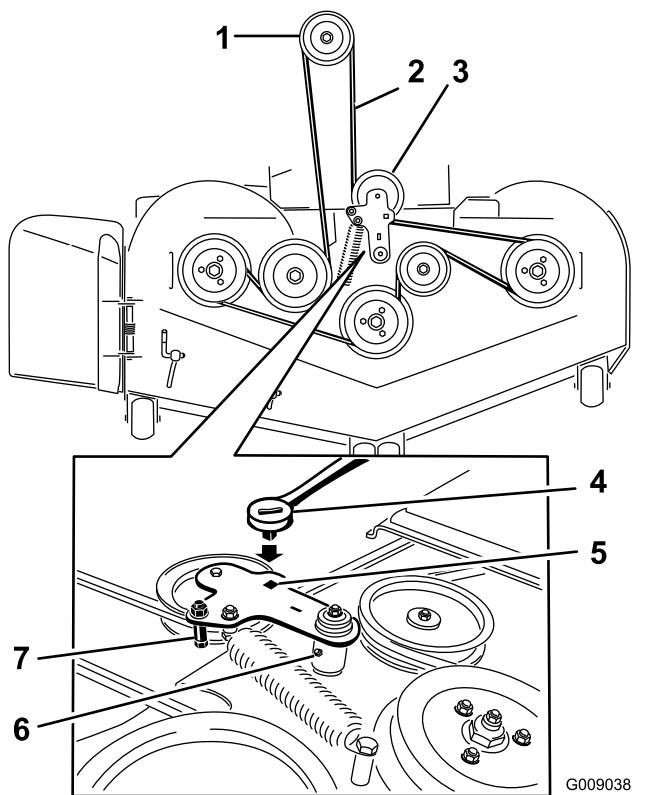

Figure 80
5. Insérez un rochet dans le trou carré du bras de tension pour détendre le ressort de la poulie de tension (Figure 80).
7. Enlevez le guide de courroie situé sur le bras de la poulie de tension rappelée par ressort, comme montré à la Figure 80.
9. Acheminez la courroie neuve autour des poulies du tablier de coupe et de la poulie d'embrayage, sous le moteur (Figure 80).
- Montez le guide de courroie sur le bras de la poulie de tension, comme montré à la Figure 80.
- Insérez le rochet dans le trou carré et montez le ressort de la poulie de tension (Figure 80).